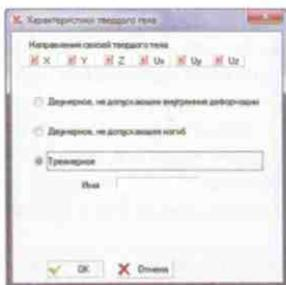

Рис. 6.5-4. Диалоговое окно **Характеристики твердого тела** (корректировка)
- в появившемся диалоговом окне **Характеристики твердого тела** (рис. 6.5-4) с помощью маркеров назначить вид твердого тела и коды связывания (направления степеней свободы) узлов жесткого тела;